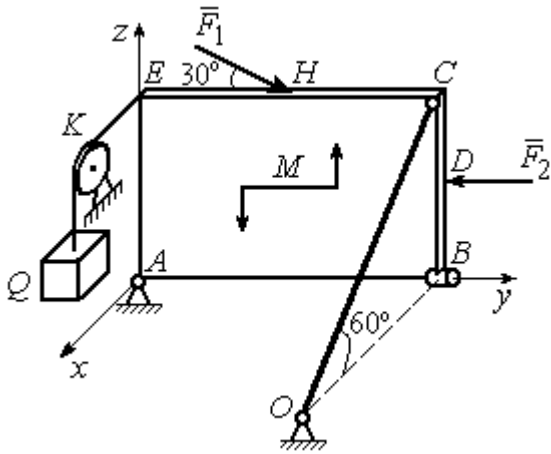

Рис. 1.42. Равновесие плиты
**Задача 14.** Однородная прямоугольная плита (рис. 1.42) веса 25 кН прикреплена к полу при помощи шарового шарнира  $A$ , подшипника  $B$  и удерживается в вертикальном положении стержнем  $CO$ , лежащим в плоскости, перпендикулярной плоскости плиты так, что  $\angle COB = 60^\circ$ . В плоскости плиты на неё действуют пара сил с моментом  $M = 6 \text{ кН}\cdot\text{м}$ , сила  $\vec{F}_1$ , равная  $F_1 = 10 \text{ кН}$ , приложенная на верхней стороне плиты в точке  $H$  под углом  $30^\circ$  к линии  $EC$ , и сила  $\vec{F}_2$ , равная  $F_2 = 5 \text{ кН}$ , приложенная в точке  $D$  параллельно стороне  $AB$ .